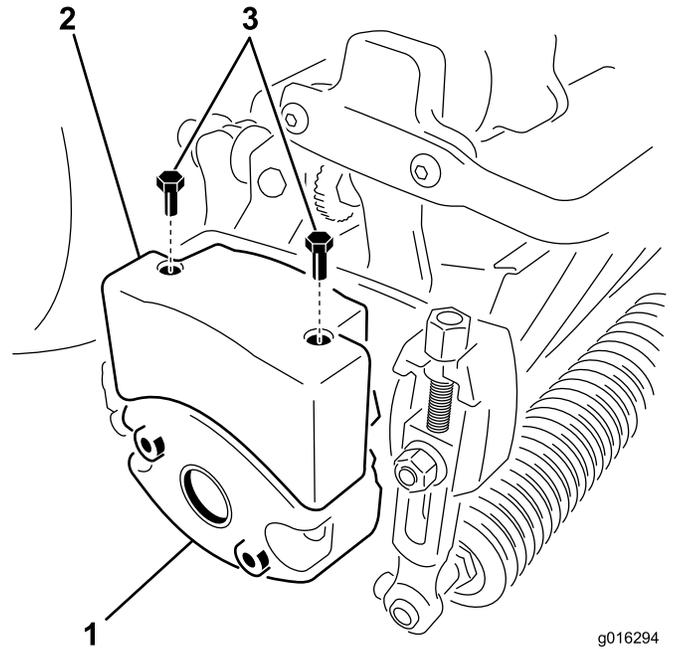

图11
4. 拆下滚刀组一侧用于固定配重块的 2 个螺栓（图 11）。
6. 使用 2 个六角头螺丝，将上配重块安装到滚刀组配重块上（图11）。